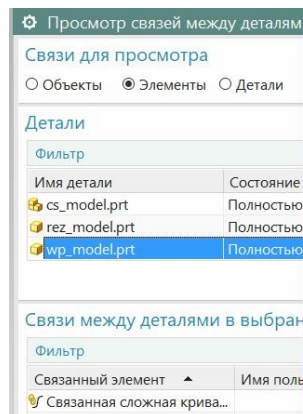

Рис.25
- В ответ появляется диалоговое окно с перечислением всех компонентов вашей сборки (рис.25). Выберите строку, например, проекта *wp_model*. И вы узнаете, что в этом проекте присутствует *Связанная сложная кривая* из проекта *Обстановка* и т.д. И в частности, в столбце «Состояние связи» указано, что эта связь **Актуальна** (рис.26)! То есть, действует.